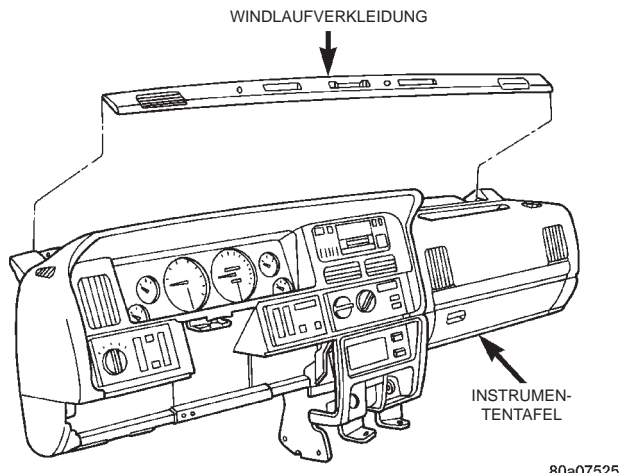

Abb. 9 Windlaufverkleidung aus- und einbauen
(2) Mit einem Hartkunststoffstab oder einem ähnlichen geeigneten Werkzeug mit breiter, flacher Klinge die Windlaufverkleidung vorsichtig von der Oberfläche der Instrumententafel hebeln (Abb. 9).